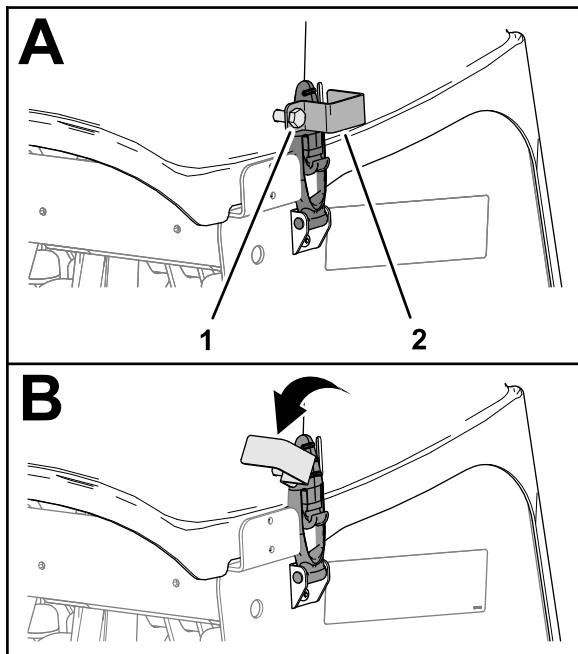

Bild 138
1. Wenn Ihre Maschine mit CE-Riegelhaken ausgestattet ist, lösen Sie die Schraube der Sicherungsplatte, bis die Sicherungsplatte den Schlitz an der Seite der Abdeckung des Aerifizierkopfs freigibt (**Bild 138**).
2. Drehen Sie die Sicherungsplatte, um den Riegel freizugeben (**Bild 138**).